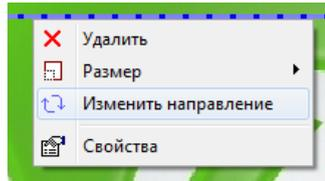
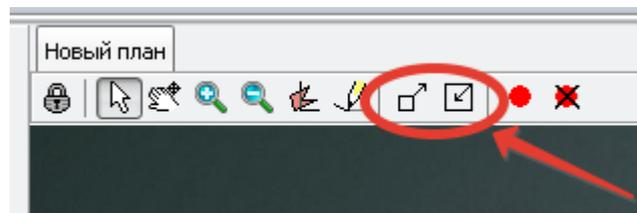

рис. 12 – Контекстное меню настройки периметра
рис. 14 - Кнопки изменения размера пиктограмм
- Начало и конец выделенной линии отображаются с помощью анимации – движущихся вдоль линии точек. Точки движутся от начала линии к концу. Поменять местами начало и конец выделенной линии периметра можно с помощью пункта меню «Изменить направление» (рис. 12).
- Увеличить или уменьшить размер точек, отображающих место тревоги, можно с помощью пункта меню «Размер» (рис. 12) или кнопок «Увеличить пиктограмму» и «Уменьшить пиктограмму» (рис. 14). Размер точек регулируется отдельно для каждой линии периметра.